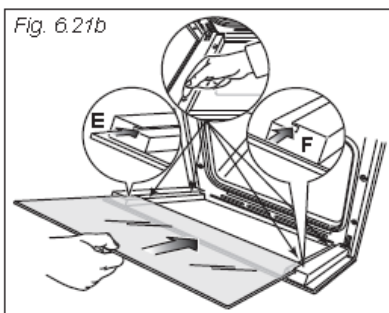
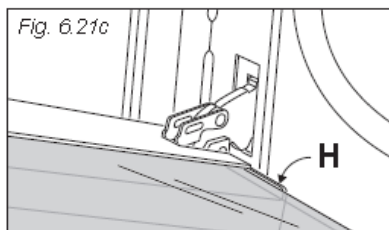

Fig. 6.21b
Fig. 6.21c
IMPORTANTE: Ao montar o vidro, é aconselhável manter pressionadas as quatro almofadas de borracha "D", com um dedo, para evitar a quebra ou o deslizamento das almofadas de borracha (fig. 6.21b).
- c. Insira o vidro nas guias corredeiras esquerda “E” e direita “F” (fig. 6.21b) e deslize-a suavemente para os retentores “H” (fig. 6.21c).